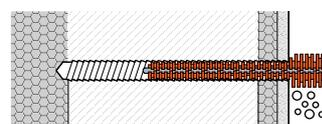

Fig. 9.3
- 3) Asportare i trucioli (fig.9.3).